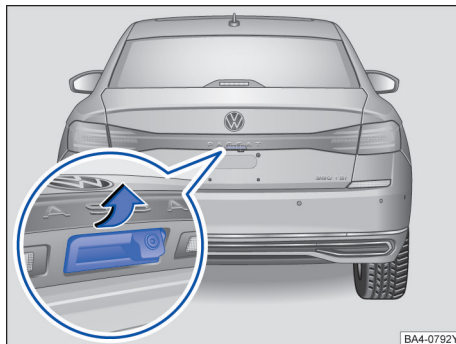

图 56 从车外打开行李厢盖
钥匙在行李厢盖的有效感应范围内，可以直接通过按压行李厢盖上的按钮打开后盖 → 图 56。
- 向上拉起 → 图 56 图示按钮，打开行李厢。
- 操作拉手按钮→图 56。